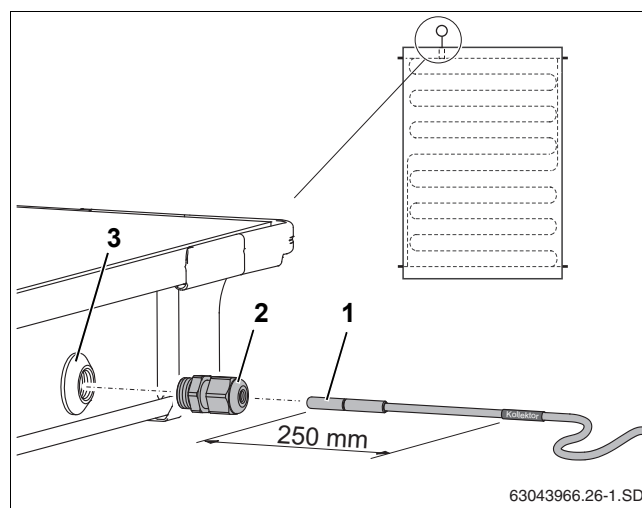

Рис. 51 Установка датчика в коллектор
Для исправной работы солнечной установки необходимо, чтобы коллекторный датчик (рис. 51, [1]) был вставлен в установочную трубку до упора (примерно на 250 мм).
- Проткните датчиком или отверткой уплотнительный слой в гильзе (рис. 51, [3]).
- Заверните зажимную втулку (рис. 51, [2]) в гильзу.
- Затяните зажимную втулку (рис. 51, [2]), удерживая от сворачивания.
Если Вы проткнули гильзу (рис. 51, [3]) не в том коллекторе, в котором нужно, то ее нужно плотно закрыть заглушкой из комплекта для подключения. Но прежде нужно, используя резьбовую втулку (рис. 51, [2]), удалить находящуюся в гильзе гайку.